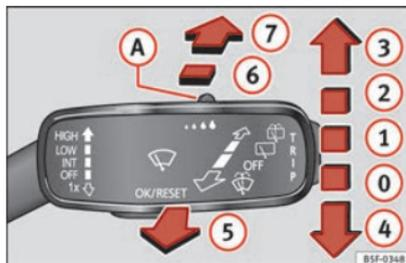

Fig. 130 Alavanca do limpa-vidros: limpa-vidros traseiro.
- Pressionar o manípulo para a frente, até à posição **6** »» **Fig. 130**. O limpa-vidros deve movimentar-se em intervalos de 6 segundos.
- Pressionar o manípulo totalmente para a frente, até à posição **7** »» **Fig. 130**. O limpa-vidros e o lava-vidros funcionam simultaneamente. Enquanto se mantiver o manípulo nesta posição, o lava-vidros continua a funcionar.